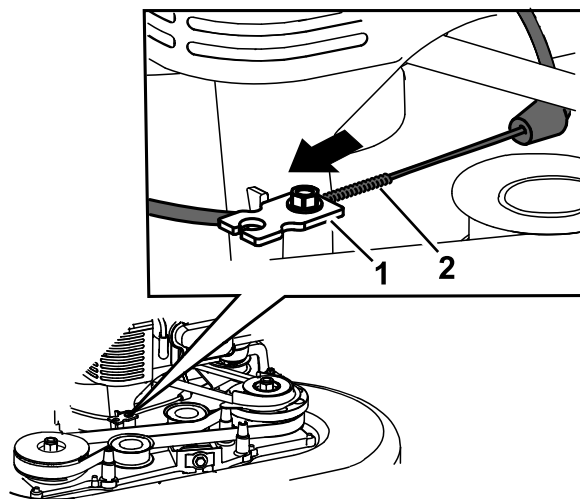

Figura 44
6. Empurre a manga do cabo para eliminar a folga (Figura 44).